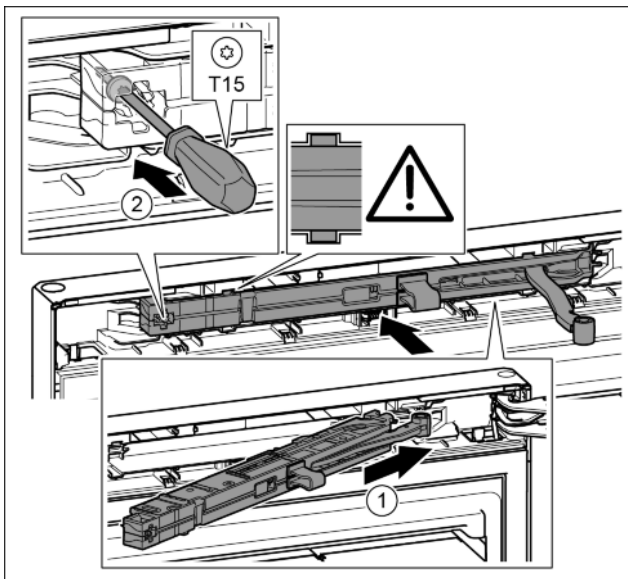

Fig. 40
- Schließdämpfereinheit auf der Lagerbockseite bis zum Anschlag schräg in die Aussparung einschieben. Fig. 40 (1)
- Schraube mit einem Schraubendreher T15 festschrauben. Fig. 40 (2)